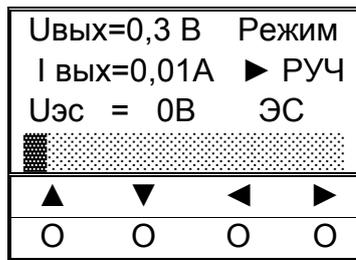

Рисунок 16
3. С помощью кнопок управления «◀», «▶» установить ползунок в нижней строке индикатора в крайнее левое положение, проконтролировать значения параметров: $U\leq 0,5\text{В}$, $I\leq 0,03\text{А}$ (рисунок 16).